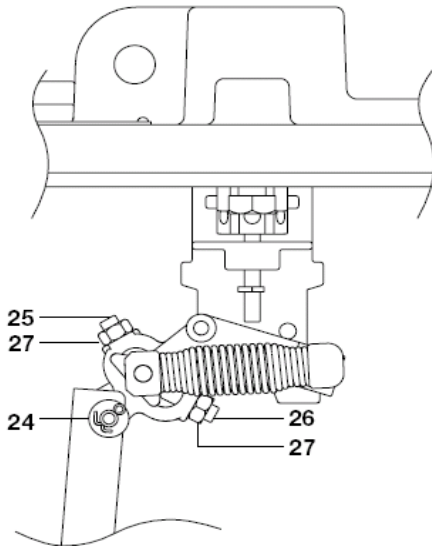

Fig. 8
Pour rep. 24, 25, 26 et 27 : voir fig. 8.
Note : Ne pas toucher les vis de réglage (Fig. 8 : 25 et 26).
- e) Avant de mettre les ressorts, vérifier que l'ancre des ressorts soit alignée avec le ressort et que, entre le ressort et l'ancre, le jeu soit maximum 0.35mm (Fig. 8). **Les embouts du ressort peuvent toucher l'ancre mais ne jamais être pliés autour de l'ancre.** Toujours monter avec des rondelles et des goupilles neuves.